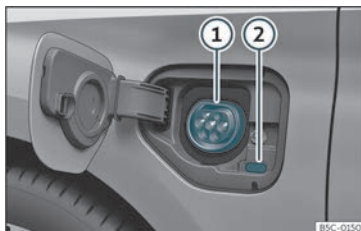

Fig. 191 Por trás da tampa de carregamento da bateria na parte dianteira esquerda: Tomada de carregamento
»» **Fig. 191**
- Com o veículo destrancado, ao pressionar a tampa de carregamento da bateria esta abre-se»» Fig. 191.